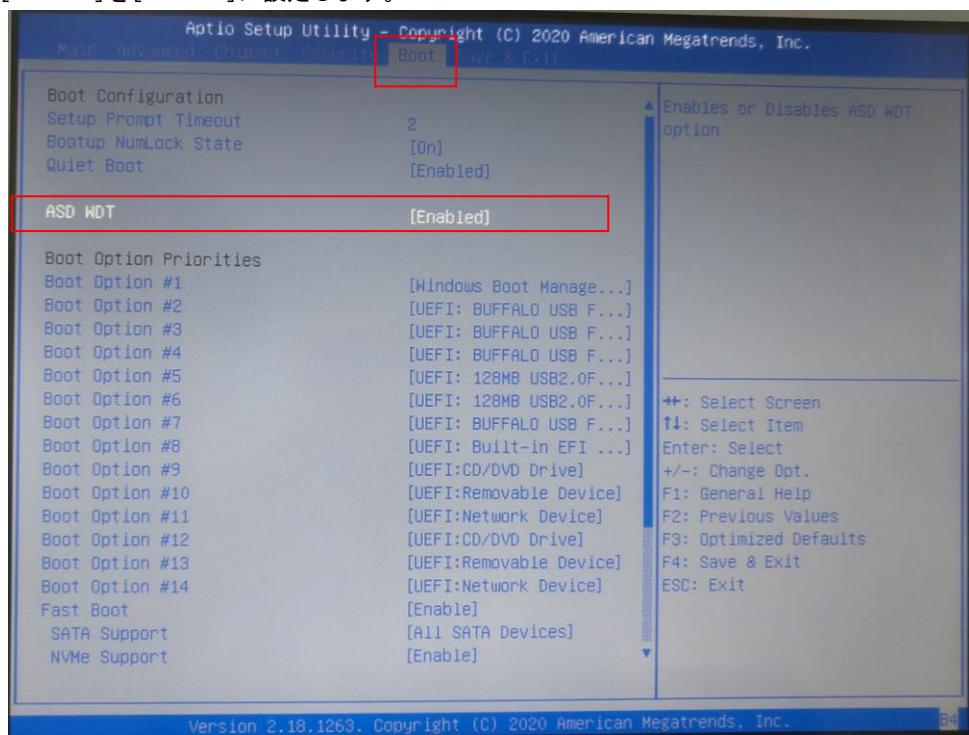

図 5-1-2-1. BIOS 設定画面 ASD WDT 設定
- ⑥ [Save & Exit] メニューを選択します。(図 5-1-2-2)
- ⑦ [Save Changes] を選択し、設定を保存します。
- ⑧ [Boot Override] からリカバリ USB を選択し [Enter] キーを押します。